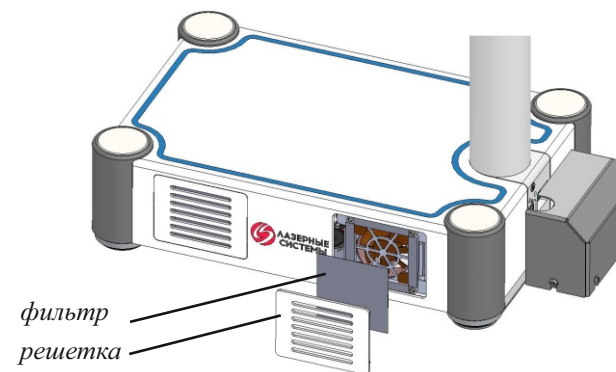

Рисунок 10 – Обслуживание фильтров
6.2.4 При необходимости, но не реже одного раза в 3 месяца, следует производить обслуживание фильтра (рисунок 10).